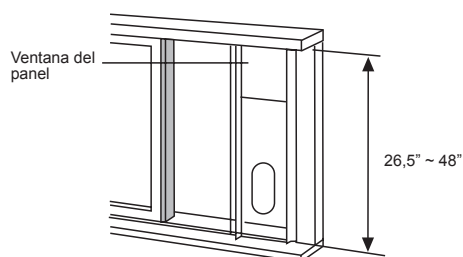

Fig. 13
2. Coloque el kit deslizante de la ventana en la repisa. Ajuste la longitud del kit deslizante al ancho de la ventana, disminuya el kit ajustable si el ancho de la ventana es inferior a 68,5 cm. Abra la ventana e instale el kit deslizante sobre la repisa. Véase fig. 13.